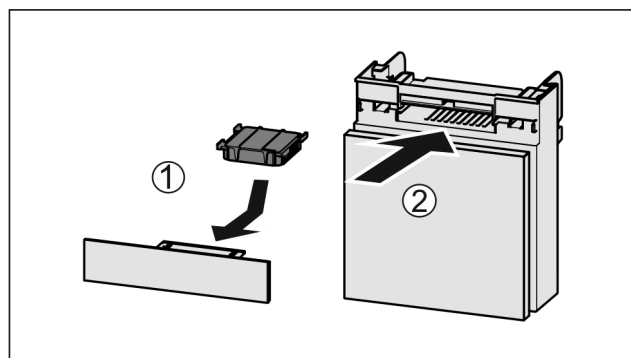

Fig. 226
- Inserire il vano Fig. 226 (2).